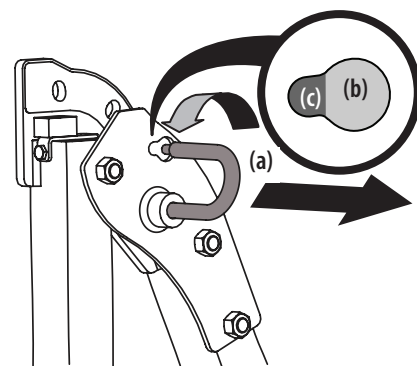

Figure 3-3
1. Pour changer la position de la structure de protection anti-retournement, tirez sur la partie supérieure de la structure de protection anti-retournement pour pouvoir retirer la goupille de verrouillage (a) de la position verrouillée (b). Tournez-la dans la position de réglage (c). Répétez l'opération pour l'autre goupille. Voir Figure 3-3.